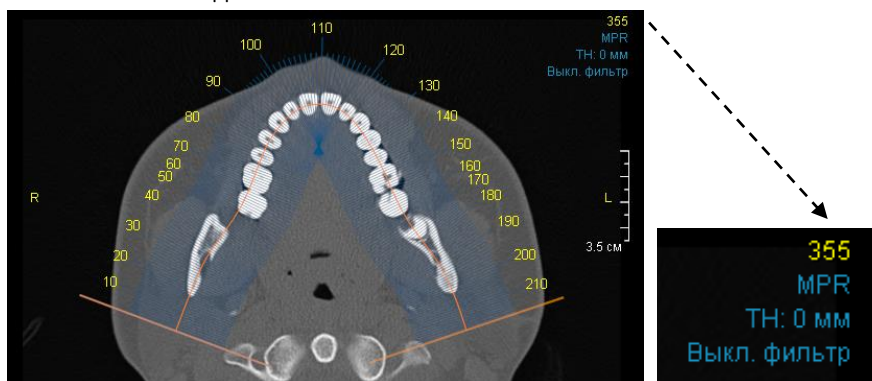

Рис. 47. Параметры изображения
**Режим рендеринга.** Число 355 на рис. 47, показанном выше, обозначает номер среза, а MPR (МПР) — заданный на данный момент режим рендеринга. Чтобы изменить настройки, нажмите на текст MPR (МПР), и появится показанное ниже меню.